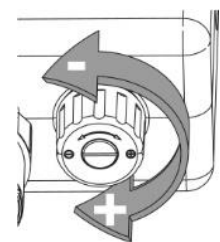

Bild 3
- Einstellgriff in Richtung Minus-Markierung drehen (-) (siehe Bild 3).
- Einstellgriff in Richtung Plus-Markierung (+) drehen, dabei Ausgangsdruckmanometer beobachten (siehe Bild 3)